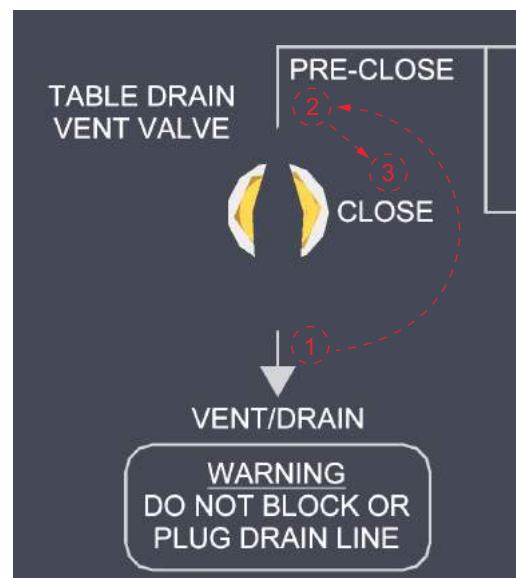

FIGURA 4-2. PASOS PARA CERRAR LA VÁLVULA DE DRENAJE Y DESFOGUE DEL TABLERO
2. Cierre la VÁLVULA DE DRENAJE/ DESFOGUE DEL TABLERO (conforme a la Figura 4-2 y la nota a continuación) y la VÁLVULA DE BLOQUEO DEL CONTENEDOR.
Para cerrar la VÁLVULA DE DRENAJE Y DESFOGUE DEL TABLERO desde la posición (1) abierta (DESFOGUE/ DRENAJE), gire la manivela de la válvula a CIERRE PREVIO (2) y luego a la posición de CIERRE (3), tal como aparece en la Figura 4-2.
5. Cierre la VÁLVULA DE DRENAJE/DESFOGUE DEL TABLERO (conforme a la paso 2 en el Apartado 4.2.1 y la Figura 4-2 de la página 27).